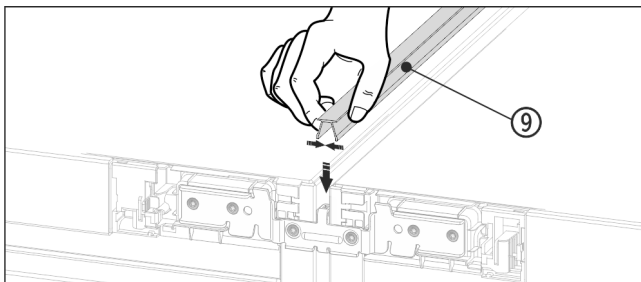

Fig. 25
- ▶ Aan de bovenzijde de korte afdeklijst Fig. 25 (9) in de horizontale spleet drukken.